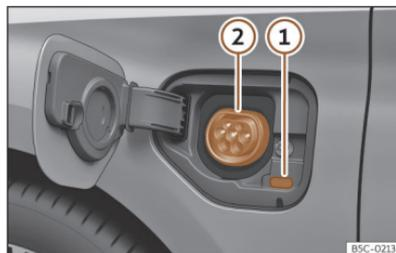

Abb. 56 Hinter der Batterieladeklappe vorn links: Ladedose.
>>> (Abb. 56)
• Drücken Sie bei entriegeltem Fahrzeug auf die Batterieladeklappe, um diese zu öffnen >>> (Abb. 56).